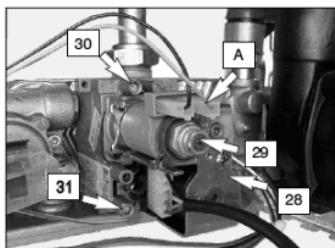

fig. 7.2
Depois de cada medição das pressões do gás, tornar a fechar bem as tomadas de pressão utilizadas (31 e 30 na fig. 7.2). Depois da cada operação de regulação gás os orifícios de regulação da válvula devem ser lavados.
- 2 Com a caldeira desligada (fora de serviço), controlar a pressão de alimentação utilizando a tomada 31 na fig. 7.2 e confrontar o valor lido com aqueles apresentados na tabela. Pressões de alimentação gás à pág. 11, 12, 13
- 4 Abrir a tomada de pressão 30 na fig. 7.2 e ligar um manômetro,
Para tirar a pressão do queimador agir na porca em latão do operador modulante 29 na fig. 7.2
- 8 Desligar o fio de alimentação "A" do operador modulante 29. Fazer atençao que não chegue a tocar as partes metálicas da caldeira fig. 7.2
- 9 Confrontar o valor de pressão medido com aquele indicado na tab. 7.3, tab. 7.4 e tab. 7.5 Para tirar a pressão ao queimador agir na porca de plástico tendo fixa a porca em latão do operador modulante 29 na fig. 7.2
- 10 Ligar o fio de alimentação "A" do operador modulante fig. 7.2
- 12 Fechar a tomada de pressão 30 na fig. 7.2
- 4 Abrir a tomada de pressão 30 na fig. 7.2 e ligar um manômetro.